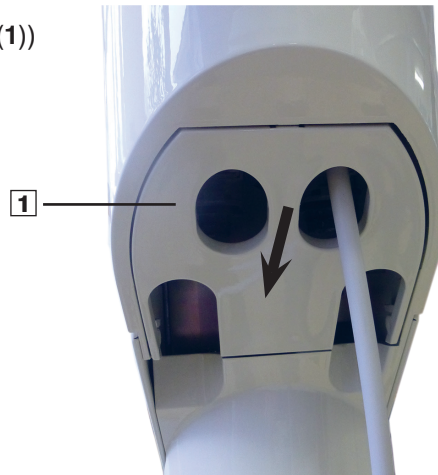

Abb.: 7
- Nach Abschluss der Justierung nicht vergessen, die Kontermuttern wieder anzuziehen (Abb.: 7)